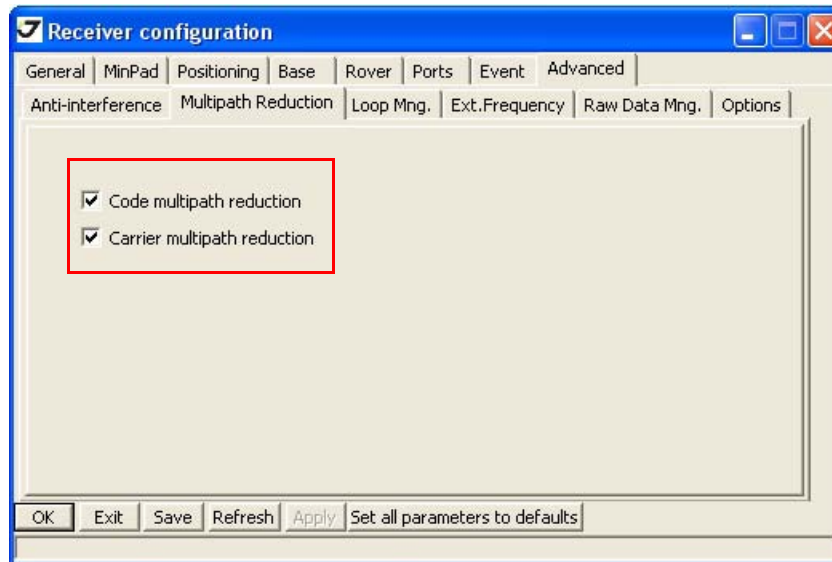

Рисунок 3-8. Настройка параметров подавления многолучевости
11. Перейдите в закладку *Advanced*, а затем в закладку *Multipath*. Настройте следующие параметры и нажмите *Apply* (Рисунок 3-8 на стр. 33).